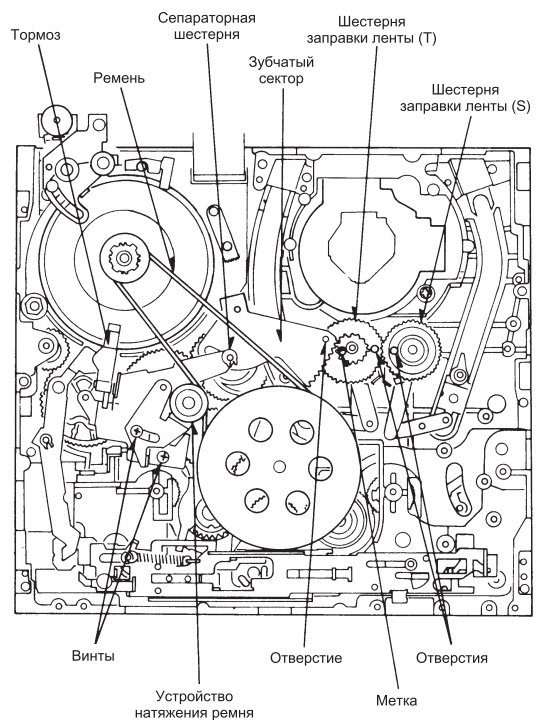

Рис. 10. Установка зубчатого сектора
6. Отводят рычаги с узлами подающей и приемной стоек в положение расправленной ленты и устанавливают шестерни заправки ленты так, чтобы отверстия в них находились друг напротив друга. Затем устанавливают зубчатый сектор, совмещая отверстие в нем с меткой на шестерне заправки ленты (Т), как показано на рис. 10. Фиксируют зубчатый сектор разжимной шайбой. После этого устанавливают пластину с тормозом (VXL1873) и ролик регулятора натяжения приводного ремня (VXA3516).